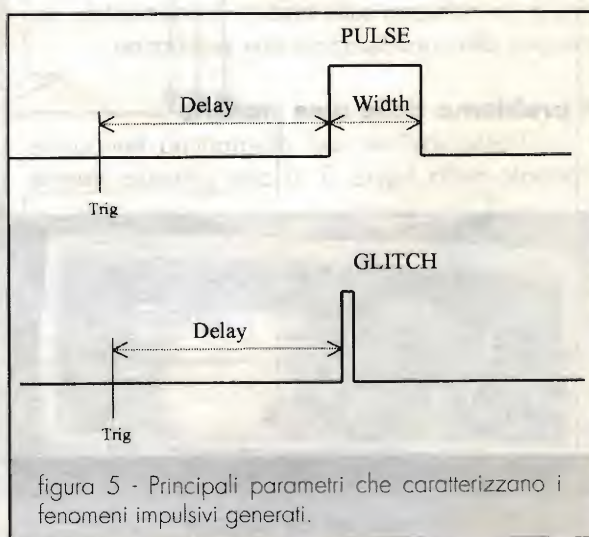

figura 5 - Principali parametri che caratterizzano i fenomeni impulsivi generati.
- Preimpostazione dei parametri del disturbo. DELAY: tempo intercorrente tra l'istante di trigger e l'immissione del disturbo; WIDTH: nel caso dell'impulso sceglie la larghezza dell'impulso stesso (figura 5).